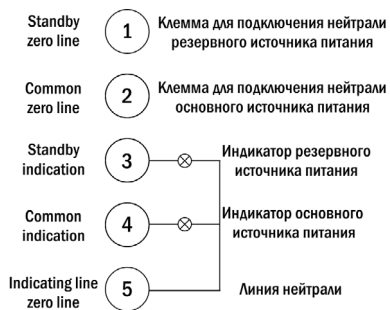

Рис. 6
- 1.7. Подключите внешнюю индикацию согласно схеме подключения (рис. 6).